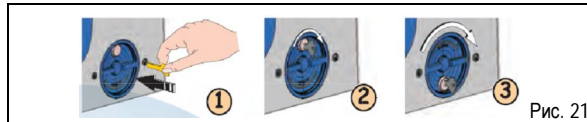

Рис. 21
Наклеить на кожух символ опасности (рис. 21).
- Ключ отпирания механизма вставить в замочную скважину в крышке (рис. 21, поз. 1) и повернуть по часовой стрелке (рис. 21, поз. 2).
- Повернуть рукоятку отпирания механизма на 180° по часовой стрелке, как показано на рис. 21, поз. 3.